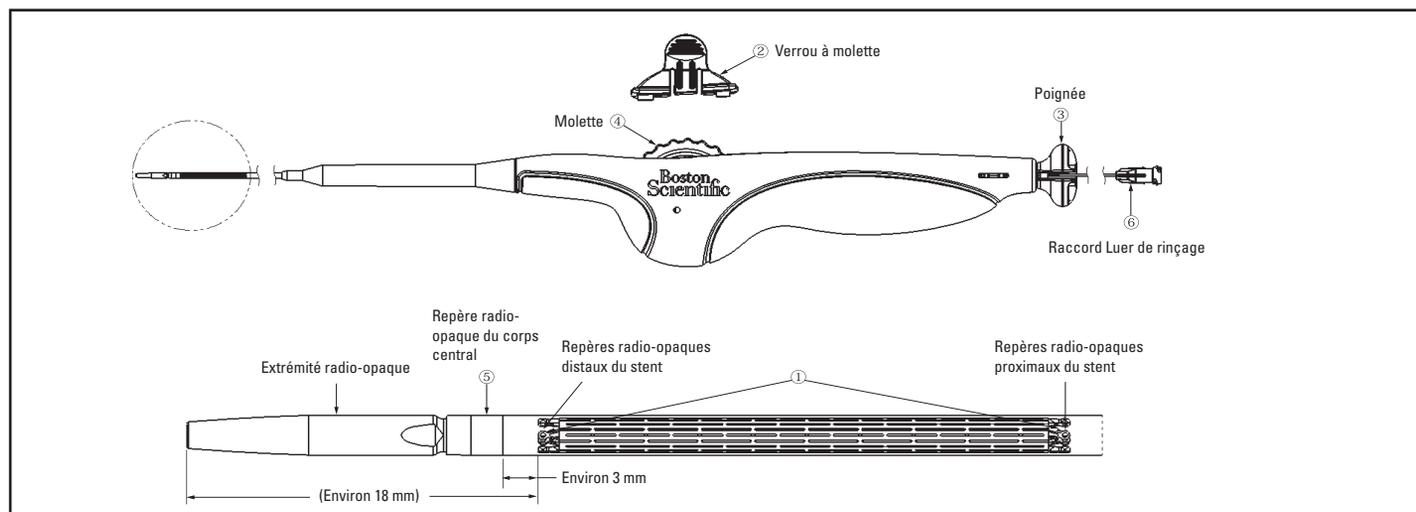

Figure 4. Système de mise en place du stent
6. Ne pas retirer le verrou à molette ② avant le déploiement. Le retrait prématuré du verrou à molette peut entraîner un déploiement accidentel du stent.
7. Fixer une seringue de 10 ml (10 cc) remplie de sérum physiologique au raccord luer de rinçage ⑥ de la poignée. Appliquer une pression positive. Continuer à rincer jusqu'à ce que le sérum physiologique apparaisse à l'extrémité distale de la lumière du guide. Retirer le raccord luer de rinçage ⑥ (en tirant sur la seringue ou sur le raccord luer de rinçage ⑥) (voir la Figure 4).